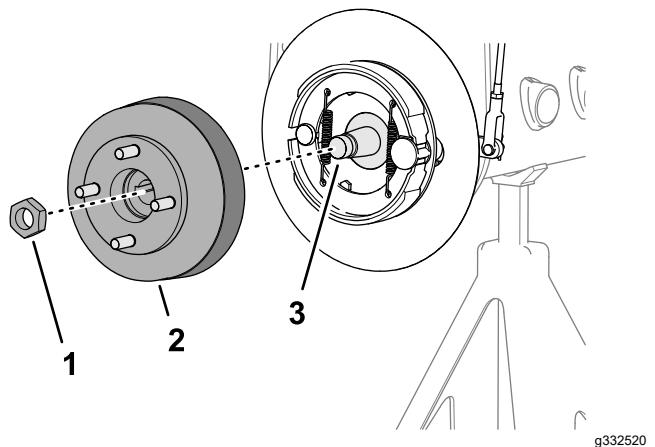

Figura 65
- Retire la contratuerca que sujeta el cubo al eje del motor de rueda (Figura 64 o Figura 65).
- Utilice el extractor de cubos de rueda especificado para retirar el cubo de la rueda y el tambor de freno del eje del motor de rueda (Figura 64 o Figura 65).